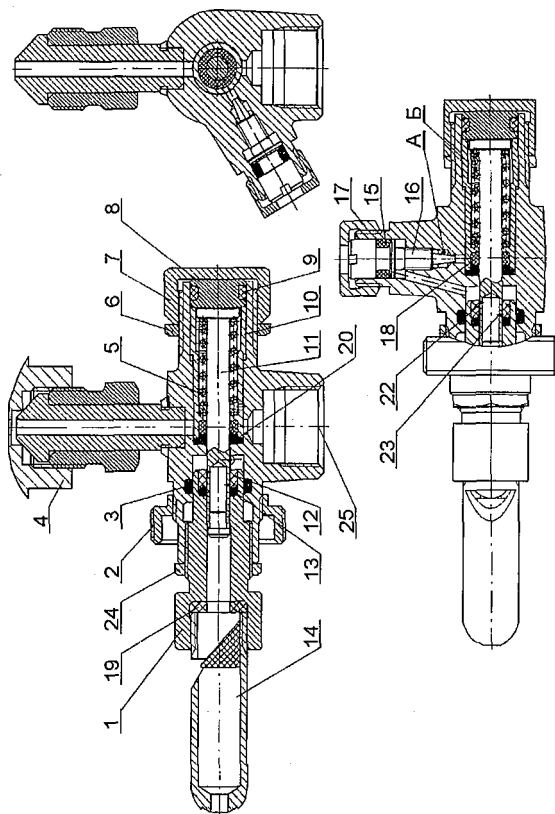

Рисунок 15 – Сигнальное устройство снижения давления кислорода в баллоне
1.5.2.4 В респираторе применен кислородный манометр на давление 25 МПа. Манометр предназначен для контроля расхода кислорода из баллона. Подвод кислорода от кислородораспределительного блока к манометру осуществляется по свитой в спираль трубке капиллярной 3 (рисунок 15). Для соединения капиллярной трубки с блоком к одному ее концу припаян штуцер 6, снабженный гайкой 5, а к другому концу – штуцер 2, в который ввинчивается манометр 1. Для предохранения от повреждения на капиллярную трубку надет шланг прорезиненный 4 с зажимами 7 на концах. Конец капиллярной трубки с манометром крепится к правому концевому ремню респиратора посредством карабина 10. Отверстие контрольное 8 в трубке штуцера 2 служит для проверки герметичности капиллярной трубки и предохраняет прорезиненный шланг от разрыва при утечке кислорода.
1.5.2.5 Устройство сигнальное (рисунок 15) расположено на кислородо-распределительном блоке 4 респиратора. Оно ввернуто штуцерной частью в гнездо подсоединения капилляра с манометром кислородораспределительного блока. Соответственно в гнездо 25 ввернут капилляр с манометром.
В камере А корпуса 2 (рисунок 15) расположены дроссель 16 с уплотнительным кольцом 15 и контргайкой 17. Камера А предназначена для регулирования расхода кислорода, подаваемого на свисток.